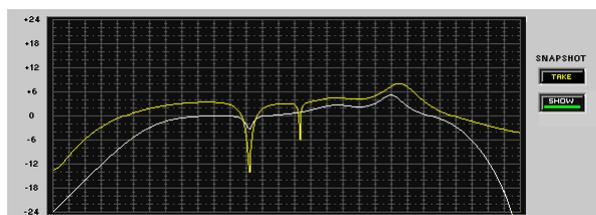

FIGURA 5-3: Modificación de la curva de respuesta
3. Modifique los valores de ajuste del procesador. A medida que se modifica la curva, es posible compararla con la imagen instantánea de la curva anterior, la cual aparece en el fondo, como se ilustra en la Figura 5-3.